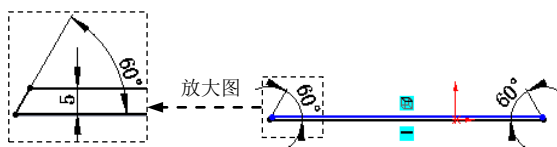

图 17.10.52 横断面草图
(3) 定义法兰参数。在 **角度(G)** 区域的  文本框中输入角度值 90.0。在“边线法兰”对话框 **法兰长度(L)** 区域的下拉列表中选择 **给定深度** 选项, 输入深度值 15.0。在此区域中单击“内部虚拟交点”按钮 。在 **法兰位置(N)** 区域中单击“材料在内”按钮 。
(4) 单击  按钮, 完成边线—法兰 1 的初步创建。
(5) 编辑边线—法兰 1 的草图。在设计树的  **边线—法兰1** 上右击, 在系统弹出的快捷菜单中单击  命令, 系统进入草图环境。绘制图 17.10.52 所示的横断面草图。退出草图环境, 此时系统自动完成边线—法兰 1 的创建。